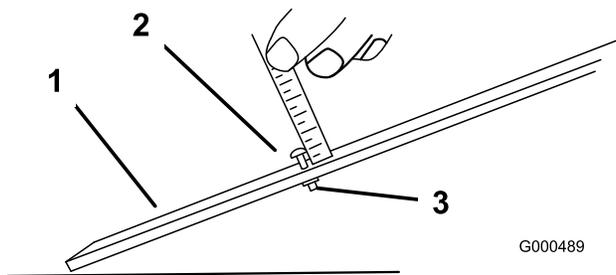

Bild 61
2. Lösen Sie die Mutter an der Messlehre (Bild 61) und stellen Sie die Einstellschraube auf die gewünschte Schnitthöhe ein. Der Abstand zwischen dem unteren Ende des Schraubenkopfs und der Stirnseite der Messlehre ist die Schnitthöhe.